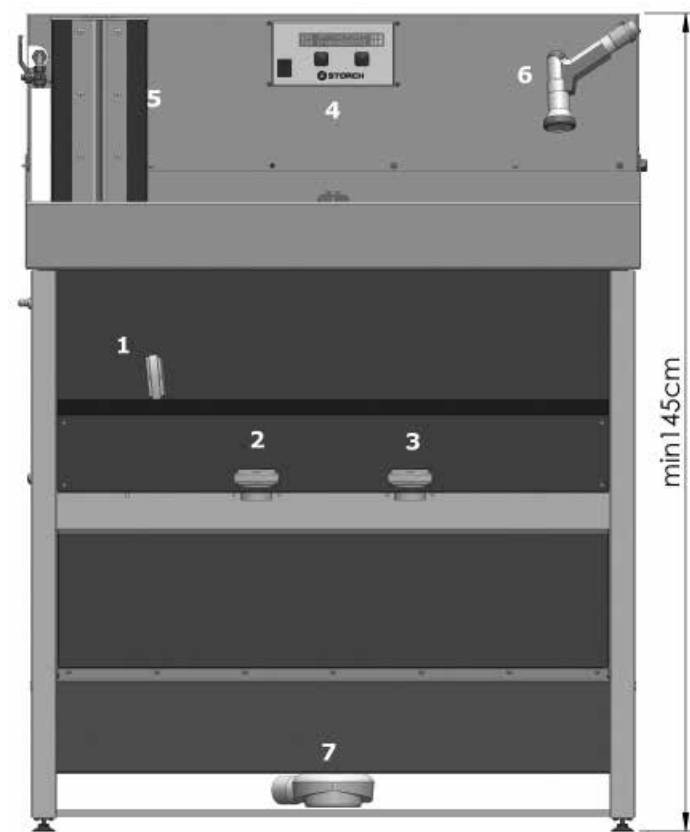

Fig. 1
Dopo l'avvenuto posizionamento dell'impianto, collegare lo scarico (7) incluso nella fornitura Fig. 1, 2 al condotto di scarico dato. Altezza dello scarico dato mass. 100 mm
- Pulire gli utensili / contenitori con il soffione incluso nella fornitura (6) Fig. 1
- Pulire rulli in TurboWash (articoli compresi nella fornitura del ColorFree TOP Set) (5) Fig. 1, 2, 5, 6
- Accendere l'impianto all'interruttore on / off (4) Fig. 1
Ciò può accadere in caso di livello dell'acqua troppo basso nel bacino di reazione. In tal caso si aggiunge dell'aria durante il procedimento di flocculazione che è la causa della spinta ascensionale dei fiocchi. In questa situazione, aprire dopo la flocculazione non lo scarico per l'acqua pulita (1) Fig 1, ma azionare semplicemente il processo „Acqua scaricata“ ed aprire direttamente lo scarico (2) Fig. 1 o (3) Fig. 1, a secondo da quello che viene visualizzato dai comandi.